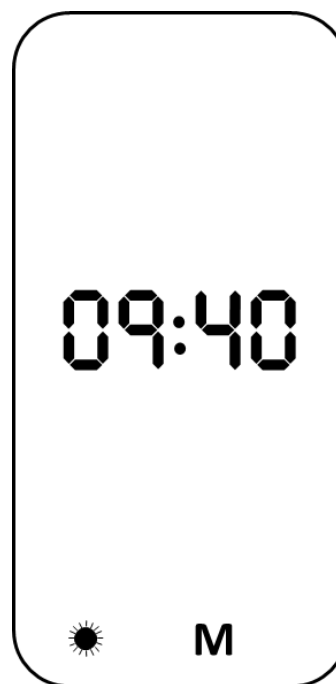

Fig. 3-5 Exemple : affichage après un autotest réussi (**M**= données TA dans la mémoire,  phase de mesure : diurne)
- la présence éventuelle de données dans le moniteur de TA (**M**) (Fig. 3-5).